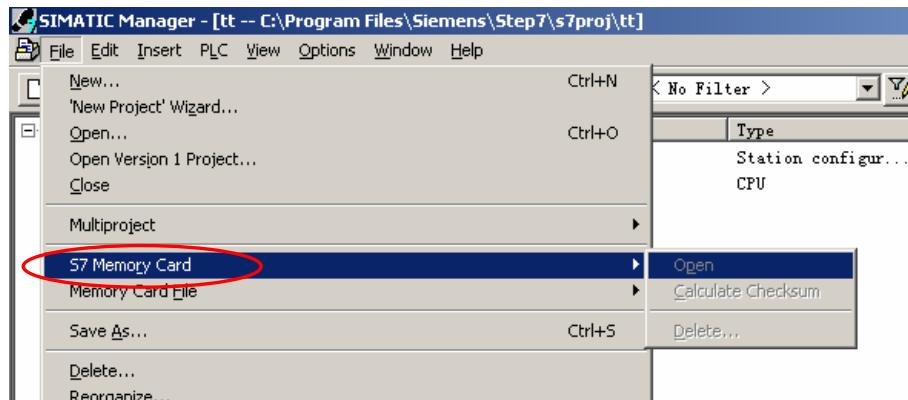

图 8-3
- 使用 PG 时可以使用 STEP7 中的“File > S7-Memory Card > Open” 菜单命令 (如图 8-3) 打开存储卡，再用“PLC > Save to Memory Card ” 将文件写入 MMC. 此方法也同样适用于 FEPROM 卡。